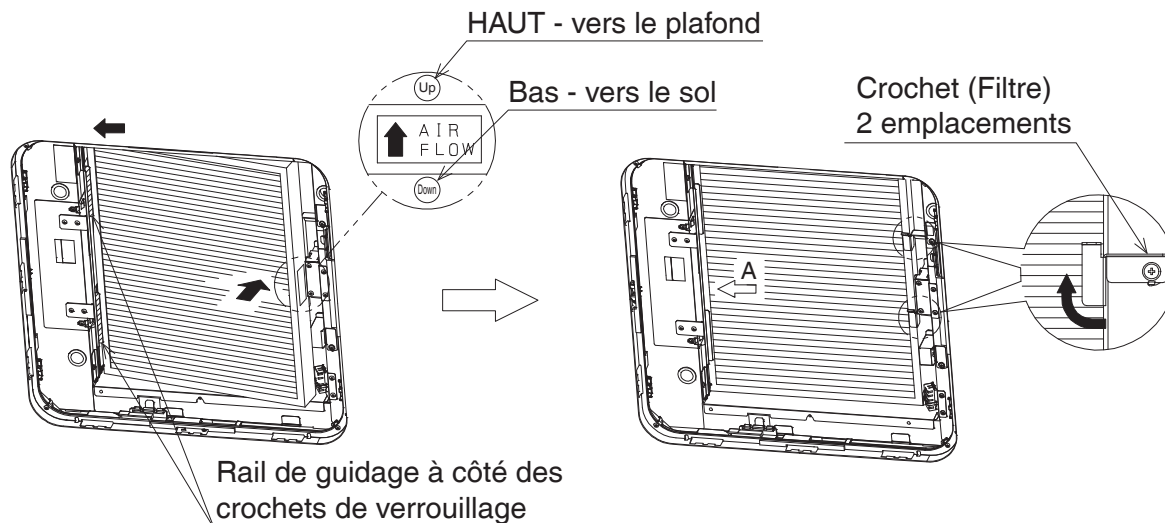

Figure 24
- (1) Sortez le filtre plissé (1) de son emballage.
- (2) Avec la flèche (AIR FLOW) sur le côté du filtre plissé (1) orientée vers le haut, insérez-le dans le rail de guidage à côté des crochets de verrouillage et poussez-le à fond.
- (3) Poussez le filtre plissé (1)
- (4) Tournez le crochet (filtre) (2 emplacements) pour fixer le filtre plissé (1). (**Figure 24**)